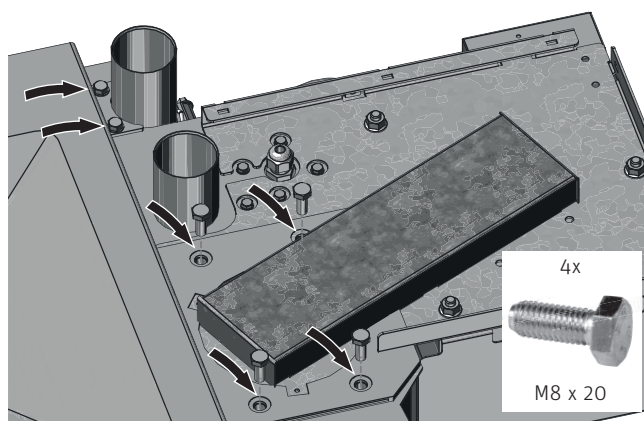

Fig. 46 Montaggio della turbina di aspirazione
- Posizionare la turbina di aspirazione sul serbatoio e avvitare con 4 viti a testa esagonale M8x20; inserire l'attacco per il tubo RL con il foro asolato aperto, quindi stringere CAUTELA le due viti TT – Fig. 46.